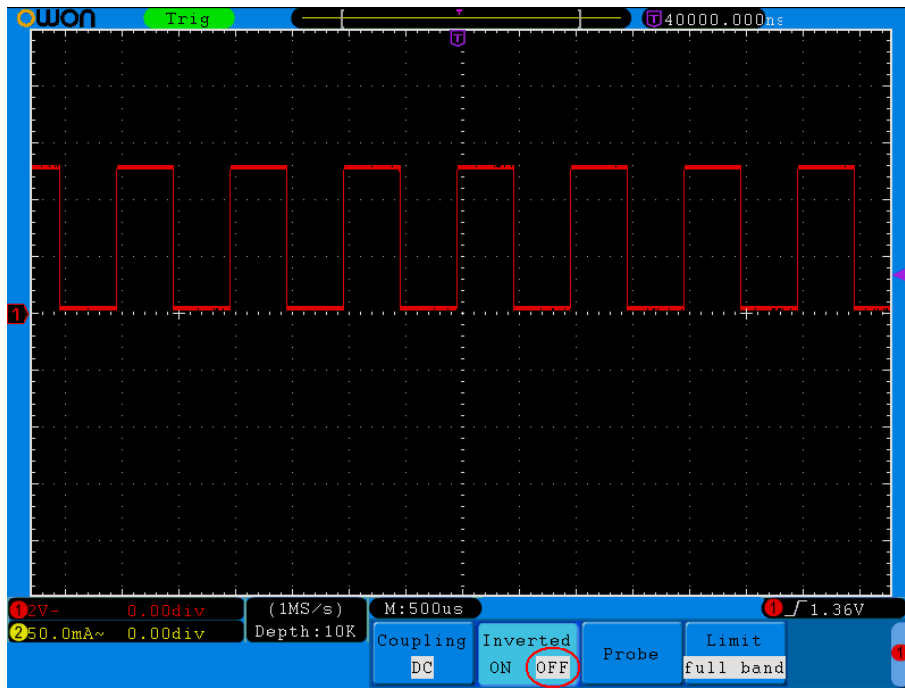

Figure 5-6 Ondulation originale
- (3) Appuyer à nouveau sur le bouton de sélection menu **H2** et sélectionner **OFF** pour l'élément **Inverted**. L'ondulation revient à sa forme originale comme indiqué dans la Figure 5-6.